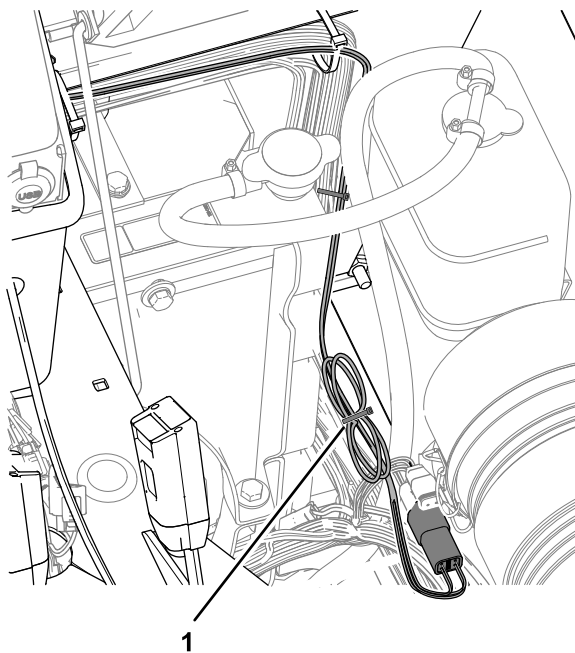

Figura 33
4. Recoja el arnés Bus ISO-CAN como se muestra en la Figura 33.